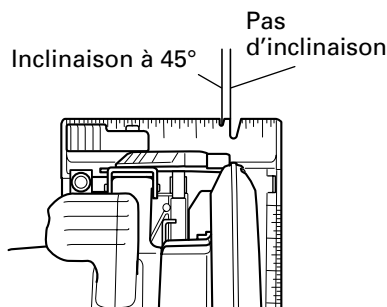

Fig. 15
1. Placer le corps (socle) de la scie sur le matériau, et, comme indiqué à la Fig. 15, aligner la ligne de coupe en pointillé sur la lame de scie, en utilisant l'encoche gravée à l'avant du socle. Ce rapport entre le socle et le matériau ne devra pas changer quelle que soit l'inclinaison du socle.
4. Incliner la scie vers l'avant et aligner l'encoche (Fig. 15) sur la ligne de guidage pré-marquée.